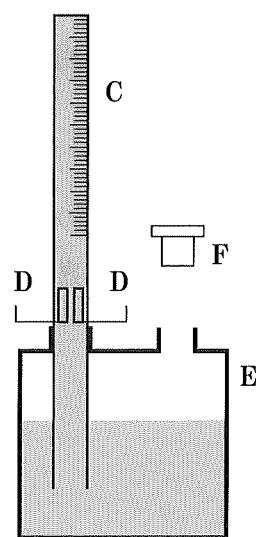

図3 ファラデーの装置
また、ファラデーは電気分解について一般的な条件を調べた。その結果、電気分解の効果は電解質の濃度と電極の大きさにかかわらず、流れた エ に オ することを明らかにした。この法則に基づいて、ファラデーは流れた エ を測定する装置をつくった。この装置は図3に示すような構成である。片側が閉じたガラス管Cに2本の白金線Dを差し込んで埋め込み、管内部に突き出た先端それぞれに白金板を取り付ける。このガラス管の口が開いたほうを二首びんEの一方に差し込む。びんEに希硫酸を入れて蓋Fをはめ、びんを傾けることで_(d)ガラス管C内を希硫酸で満たす。Cには目盛りがあり、発生した気体の体積が読み取れる。ただし、装置を組み立てただけでは、気体は発生しない。
(4) 下線部(d)で、純水ではなく希硫酸を使用する理由として下記の中から正しいものを一つ選べ。
- ① 電気分解に必要な最低の電圧が小さくなる。
- ② 二つの白金板の間の電気抵抗が下がる。
- ③ 発生した気体が白金板と反応しにくくなる。
- ④ 発生した気体が水に溶けにくくなる。
- ⑤ 水が蒸発しにくくなる。
5. 図3に示したファラデーの装置を用いて、次のような実験をおこなった。
加熱して熔融させた塩化スズ(Ⅱ)に白金電極GとHを十分に離して入れ、Gはボルタ電池の正極につなぎ、Hは図3の2本の白金線Dを介して負極につないだ。ガラス管Cに十分な量の気体がたまってから回路を遮断して、その気体の体積を測った。